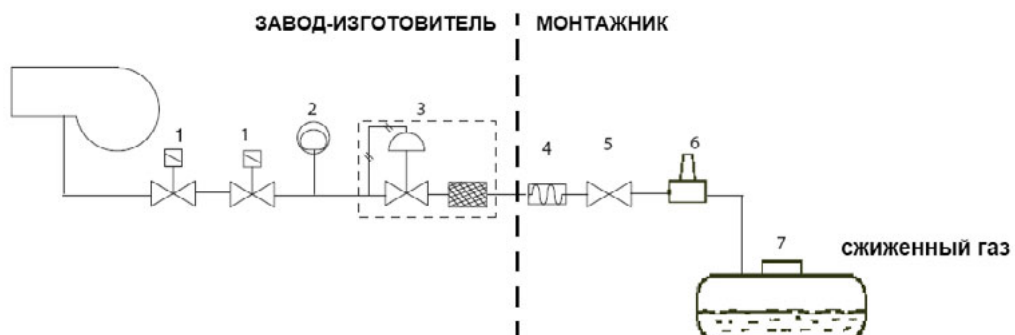

Рис. 8
**ВНИМАНИЕ:** после монтажа газовой ramпы согласно схеме на Рис. 8, необходимо провести тестирование на герметичность газового контура, согласно требований действующих нормативов.